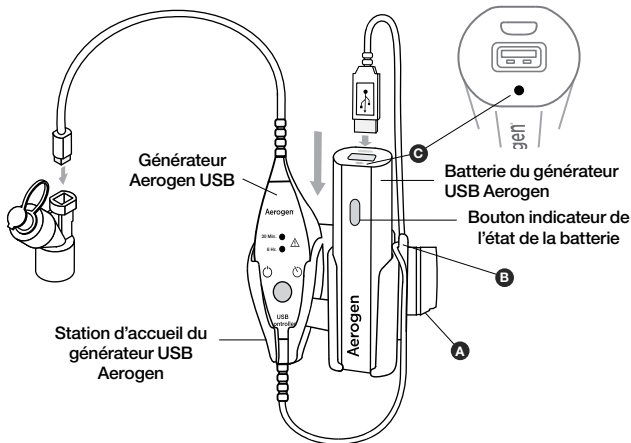

Figure 5. Ensemble batterie et station d'accueil du générateur USB Aerogen
1. Raccordez la station d'accueil du générateur USB Aerogen au support de montage universel (repère A) comme l'illustre la Figure 5.
4. Faites glisser le générateur USB Aerogen de haut en bas dans la partie gauche de la station d'accueil du contrôleur USB Aerogen et la batterie du générateur USB Aerogen vers le bas de la partie droite de la station d'accueil du contrôleur USB Aerogen comme l'illustre la Figure 5. Vérifiez que le logo Aerogen sur la batterie est orienté vers l'avant.
5. Insérez les câbles dans les supports situés sur le côté de la station d'accueil du générateur USB Aerogen pour les fixer comme l'illustre la Figure 5. Enroulez la longueur de câble superflue autour de la station d'accueil du générateur USB Aerogen (repère B) pour empêcher la batterie et le générateur de tomber de la station d'accueil.
- Une lumière rouge clignotante ou fixe (repère C sur la Figure 5) sur la batterie du générateur USB Aerogen indique que la batterie est extrêmement faible et qu'elle a besoin d'être rechargée.